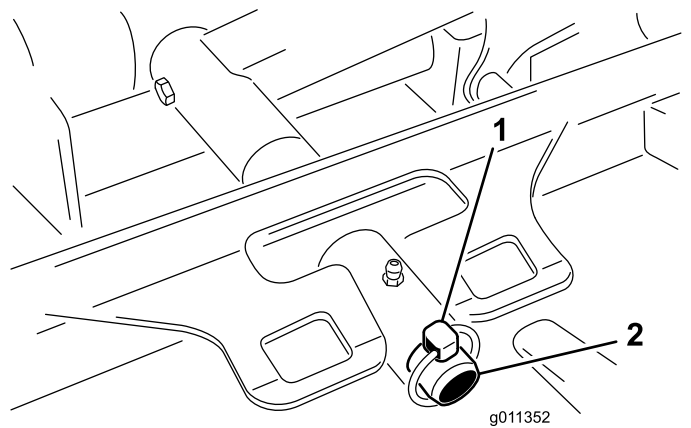

Figura 82
3. Retire o pino de sujeição ou porca de bloqueio (apenas Groundsmater 4700) que fixa a estrutura de suporte da plataforma ao pino da articulação do braço de elevação (Figura 82).
3. Deslize a estrutura de suporte da plataforma até que esta fique sobre o pino da articulação do braço de elevação. Prenda com o pino de sujeição ou porca de bloqueio (apenas Groundsmaster 4700) (Figura 82).